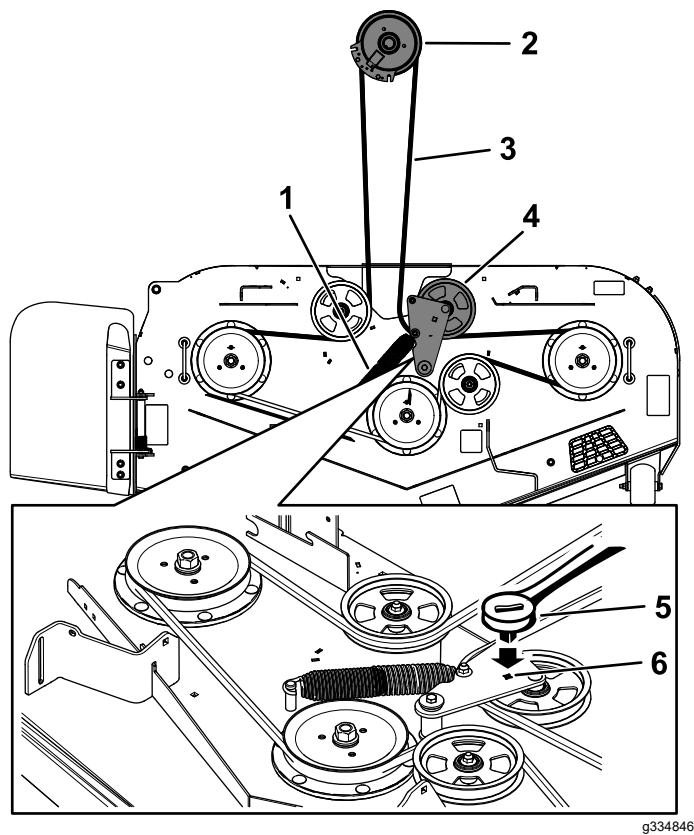

Figure 58
8. Insérez un rochet de 3/8 pouce dans le trou carré du bras de la poulie de tension pour détendre le ressort de la poulie de tension (Figure 58).
10. Enlevez le guide-courroie situé sur le bras de la poulie de tension rappelé par ressort (Figure 58).
12. Acheminez la courroie neuve autour des poulies du plateau de coupe et de la poulie d'embrayage, sous le moteur (Figure 58).
13. Montez le guide-courroie sur le bras de la poulie de tension (Figure 58).
14. Insérez le rochet de 3/8 pouce dans le trou carré et installez le ressort de la poulie de tension (Figure 58).